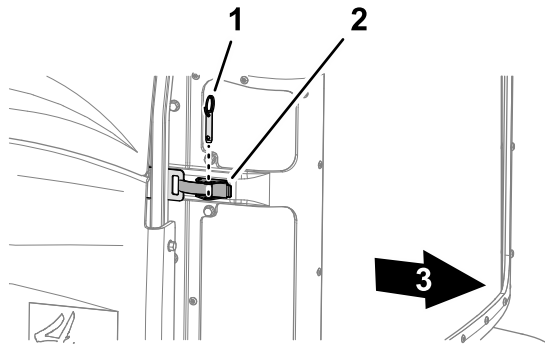

Figura 67
- Retire el pasador de bola del cierre de la rejilla (Figura 67).